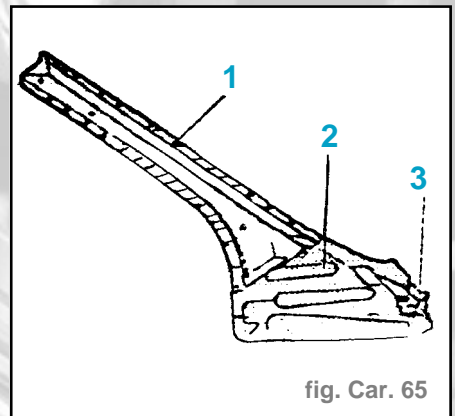

fig. Car. 65
- Le montant de porte de rechange (pied avant) comprend les pièces soudées suivantes (fig. Car. 65)